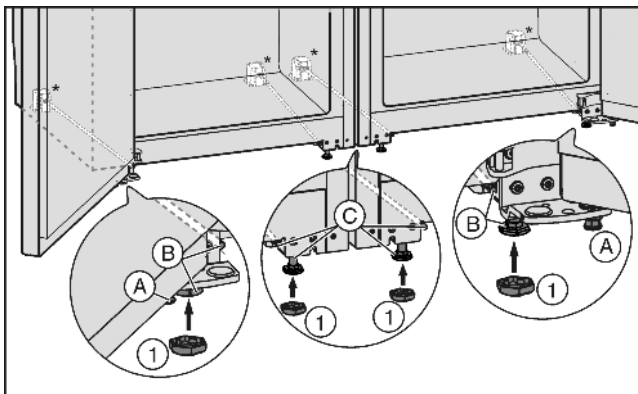

Fig. 4
- ▶ W razie potrzeby nóżki Fig. 4 (A) z przodu obu urządzeń wkręcić całkowicie, by nie występował kontakt z podłożem.
- ▶ Na cztery przednie nóżki założyć nakładki Fig. 4 (1).
- ▶ Środkowe nóżki Fig. 4 (C) wkręcić, by nie występował kontakt z podłożem.
- ▶ Zestaw wyrównać za pomocą zewnętrznych nóżek Fig. 4 (B).
- ▶ Ponownie włożyć środkowe nóżki nastawne Fig. 4 (C), aż będą dotykać podłoża.
- ▶ Następnie podeprzeć drzwi: Opuścić nóżki Fig. 4 (A) z koźła łożyskowego, aby przylegały do podłoża i obrócić o dalsze 90°.